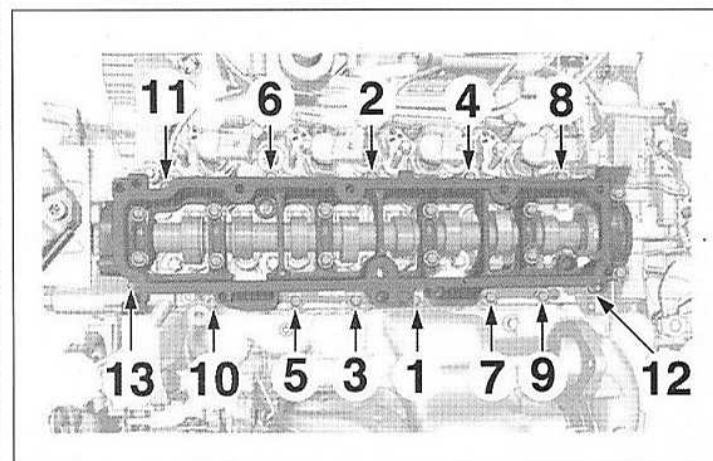

FIG.126
- Serrer les vis du carter-paliers d'arbre à cames dans l'ordre prescrit (Fig.126).
10. Vis du carter-paliers d'arbre à cames complet sur la culasse **(\*\*)** (Fig.126) :